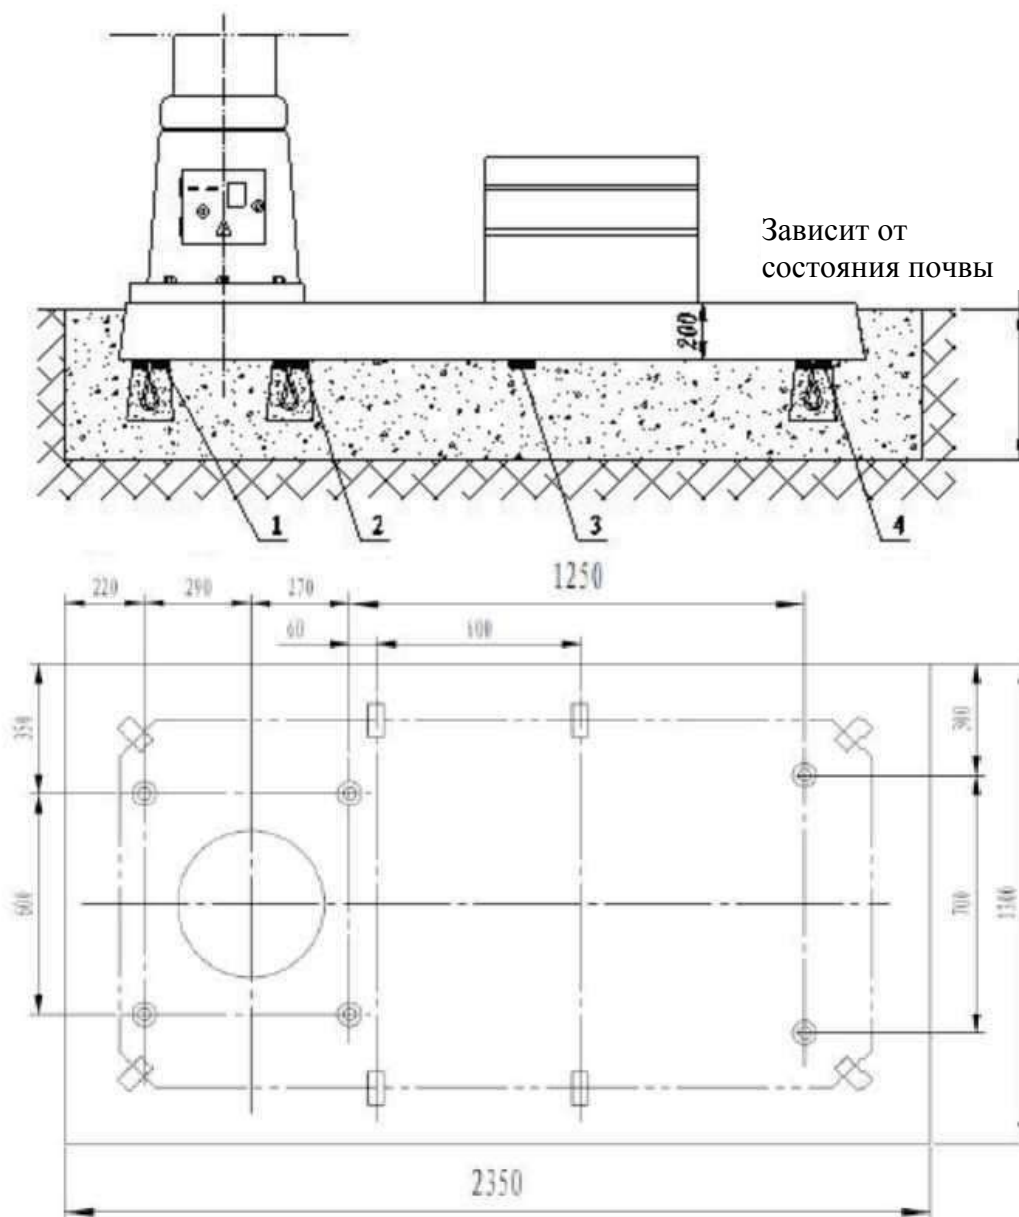

Рис. 3-2
3.2 Установка и регулировка геометрической точности (Рис. 3-2)